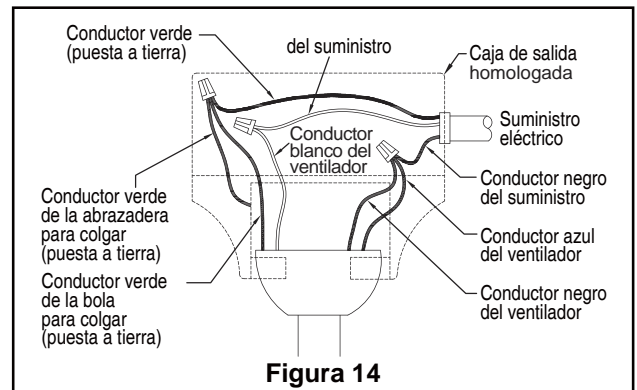

Figura 14
3. Luego de empalmar los cables y realizar la conexión, sepárelos y dóblelos hacia arriba con el conductor con conexión a tierra y el conductor con conexión a tierra del equipo debe ir en un lado de la caja de distribución eléctrica y el conductor sin conexión a tierra debe ir del otro lado. (Figura 14)